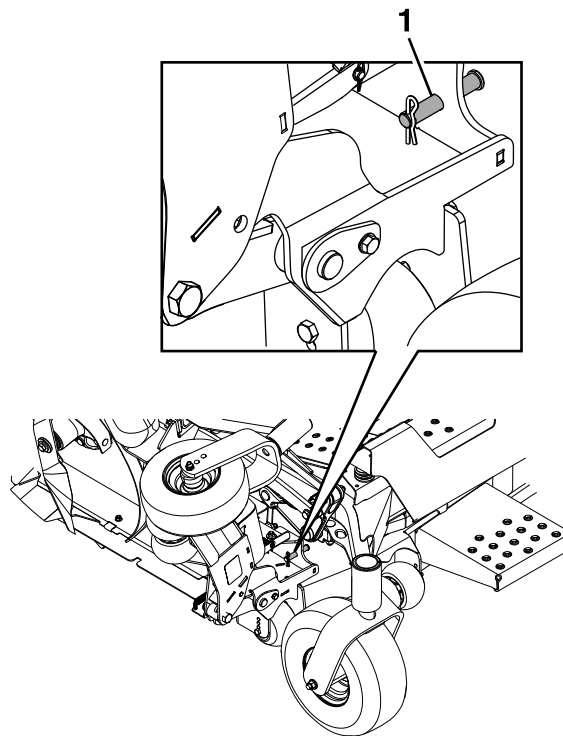

Figure 19
1. Retirez l'axe de chape et la goupille fendue qui bloquent chaque tablier latéral en position levée. Placez-les en position de rangement, comme montré à la Figure 19.